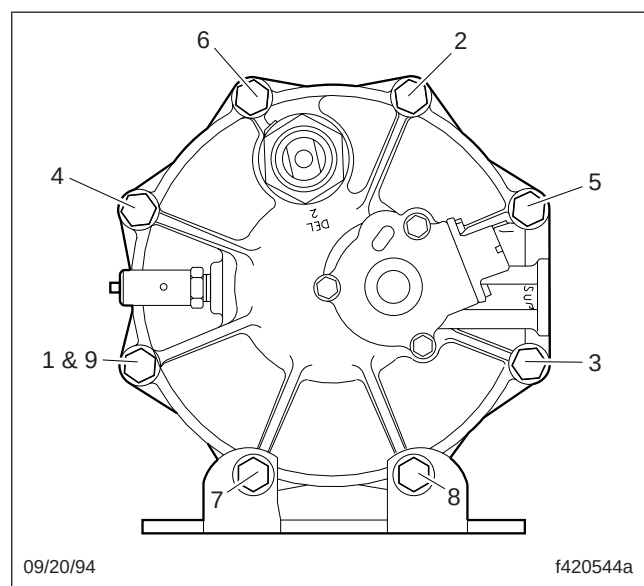

Fig. 2, Modèle de serrage capuchon d'extrémité - boîtier AD-9
16. Installez les 6 boulons, 12 rondelles et les 6 nouveaux écrous Nylok. Serrez en étoile les écrous Nylok au couple de 379 à 520 N m (17 à 24 lbf-ft) Voir la **figure 2**.